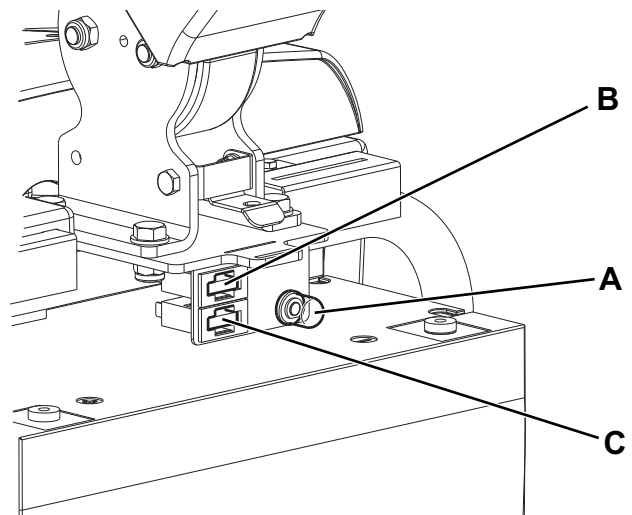

Figure 4
- Tourner la manette (32) sur "0" et débrancher la batterie.
- Ouvrir le couvercle (4) et contrôler si les fusibles suivants sont débranchés ou intacts :
- (A, Fig 4) : Fusible restaurable F1 (30 A), moteur brosse.
- (B) : Fusible à lamelle F3 (5 A), composants auxiliaires.
- (C) : Fusible à lamelle F2 (30 A), moteur système d'aspiration.